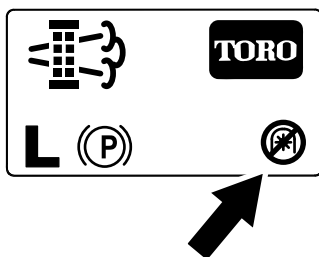

Рисунок 56
**Примечание:** На главном экране отобразится значок «BOM выключен» (Рисунок 56).
**Примечание:** На главном экране отобразится значок «BOM выключен»; см. Рисунок 56 в разделе Сообщения о стационарной регенерации \(страница 44\).